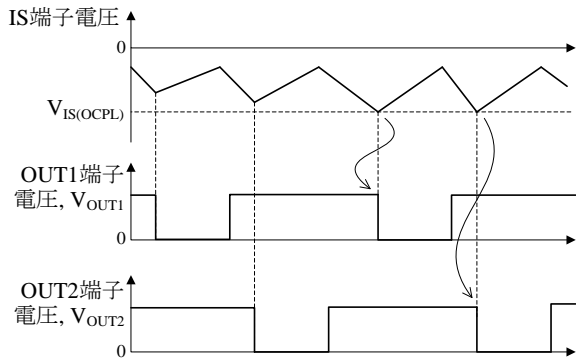

図 8-15 $V_{IS(OCPL)}$ による OCP 動作 (V_{OUT1} 、 V_{OUT2} 両方が High の場合)
2) 図 8-15 のように V_{OUT1} 、 V_{OUT2} が両方 High の場合は、先に High になっていた端子の出力のみを Low にします。